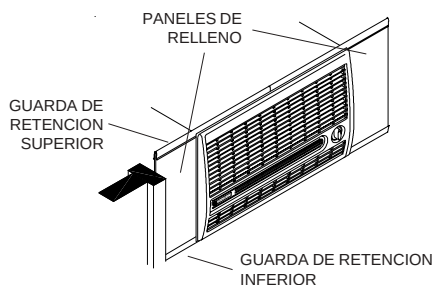

FIG. 2
- **Instale las guardas de retención.** Coloque dos guardas de retención en la parte inferior de la pestaña del cuello y ajústelas al ancho de la ventana. Corte las guardas si es necesario. Éstas sujetan a los paneles de relleno (fig. 2).